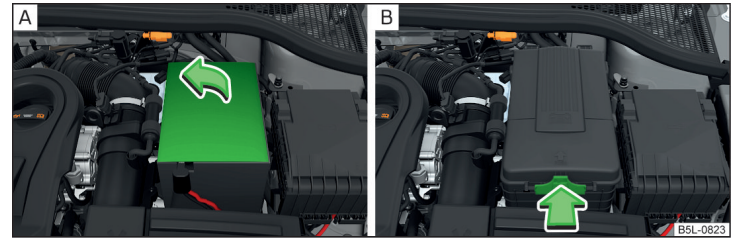

Fig. 164 Couvercle en polyester de la batterie du véhicule / Couvercle en plastique de la batterie du véhicule
La batterie se trouve, dans le cas de certains équipements, dans le compartiment moteur sous un cache en polyester » fig. 164.
- Ouvrir le couvercle de la batterie dans le sens de la flèche » fig. 164 - [A] ou appuyer sur l'encliquetage sur le côté de la batterie dans le sens de la flèche » fig. 164 - [B].